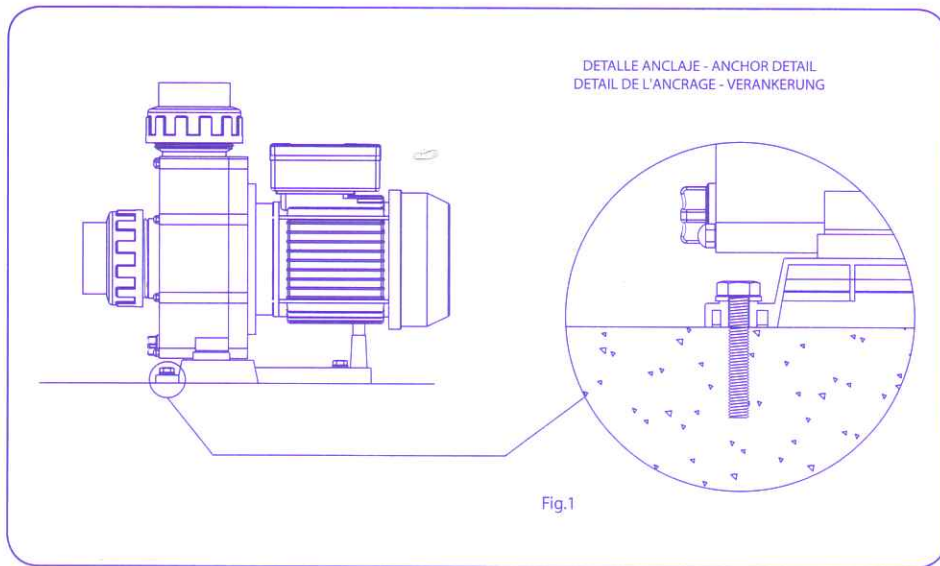

Fig.1
- Toutes les pompes sont dotées d'un pied pourvu de deux orifices destinés à fixer ces dernières au sol au moyen d'un ancrage (Fig. 1).